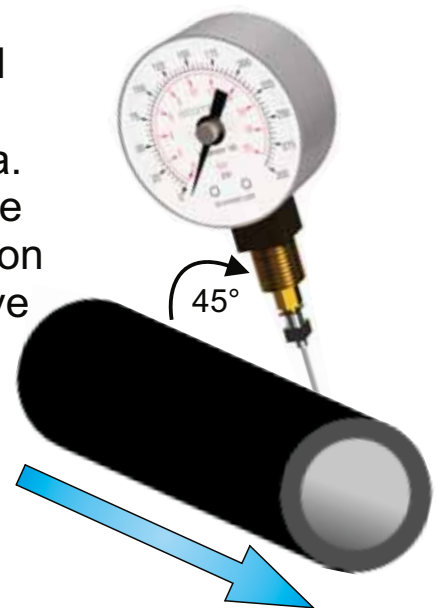

Figura 3
- 4 Introduzca la aguja lenta pero firmemente en el tubo con un ángulo de 45 grados con respecto al flujo de aire/abrasión (observe la Figura 3).